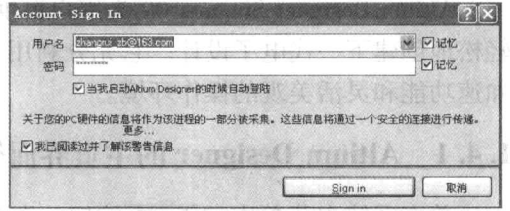
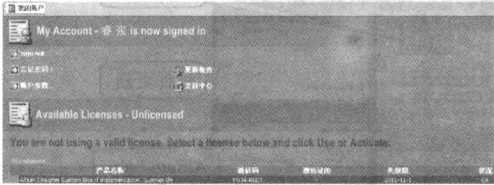

图 1-10 “Account Sign In”对话框
图 1-11 登录账户 (Unlicensed)
2) 启动后即进入“My Account”（我的账户）窗口，此时显示状态为“not signed in”（未登录）。单击“Sign In”选项，系统弹出如图 1-10 所示的“Account Sign In”对话框。输入“用户名”和“密码”后，单击  按钮，即可登录自己的账户，如图 1-11 所示。